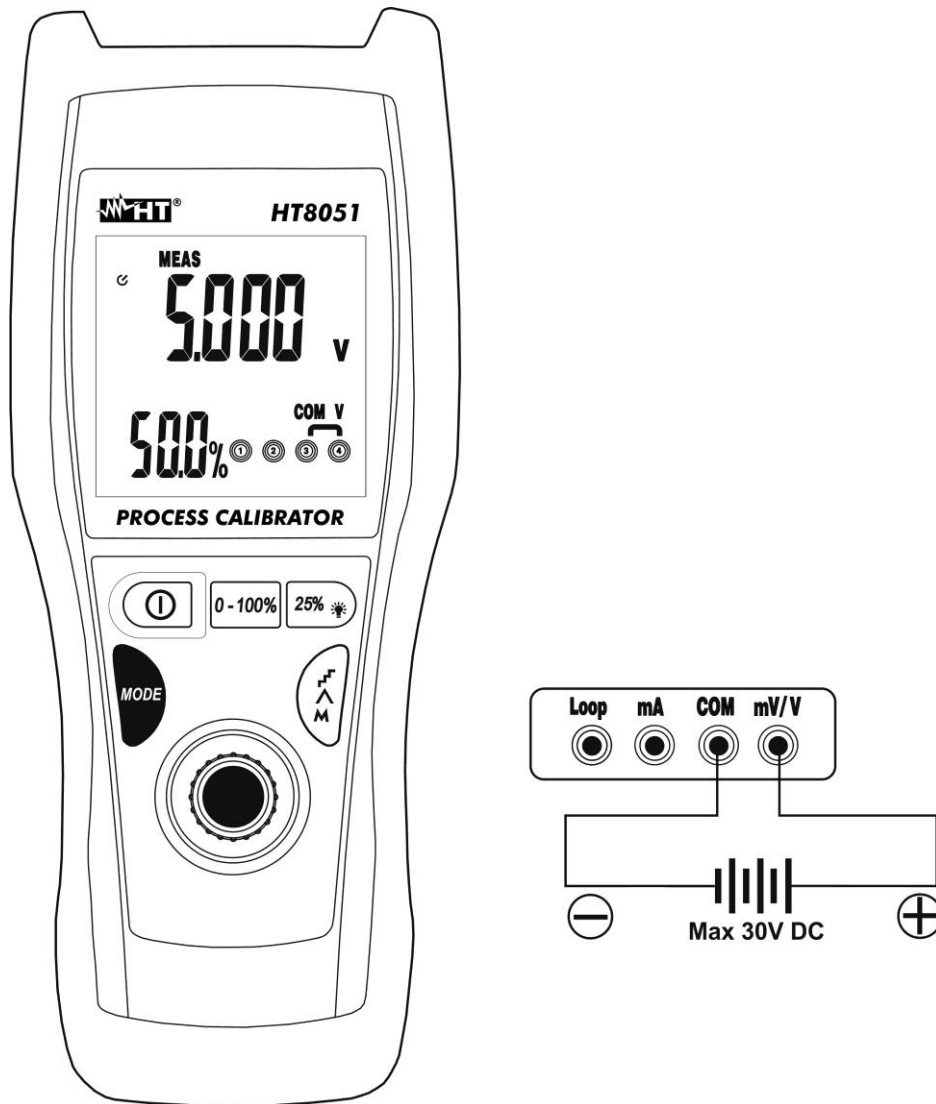

Fig. 3 : Mesure de Tension CC
3. Positionner l'embout vert et l'embout noir respectivement dans les points à potentiel positif et négatif du circuit sous test (voir la Fig. 3). La valeur de tension est montrée dans l'afficheur principal et la valeur en pourcentage par rapport à la fin d'échelle dans l'afficheur secondaire.
4. Le message « **-OL-** » indique que la tension sous test dépasse la valeur maximale mesurable par l'instrument. L'instrument ne pas effectuer des mesures de tension de polarité opposée par rapport à la connexion de la Fig. 3. La valeur "0.000" est affiché sur l'écran